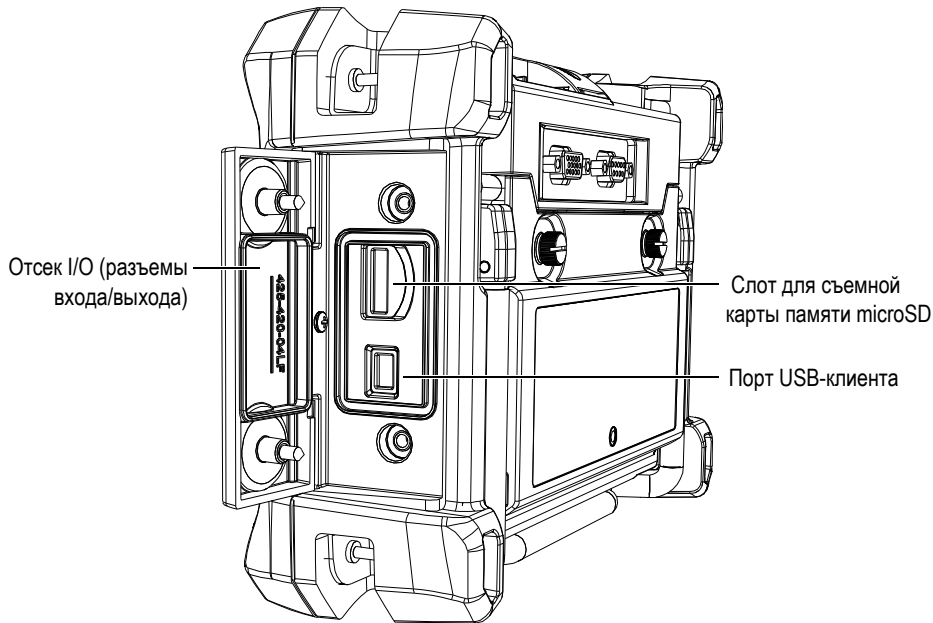

Рис. 8-5 Разъемы под крышкой отсека I/O
1. Убедитесь, что карта microSD вставлена в слот под крышкой отсека I/O (входа/выхода) с правой стороны Magna-Mike 8600 (см. Рис. 8-5 на стр. 148).
1. Убедитесь, что карта памяти microSD вставлена в слот, находящийся под крышкой отсека I/O с правой стороны Magna-Mike 8600 (см. Рис. 8-5 на стр. 148).